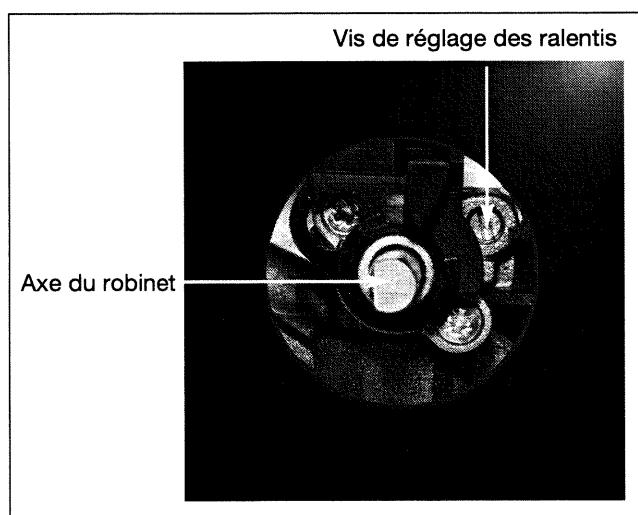

Fig. 5
- A l'aide du petit tournevis fourni dans la pochette, vissez à fond la vis de réglage des ralentis en laiton (jaune) (**fig.5**) **dans le sens des aiguilles d'une montre.**